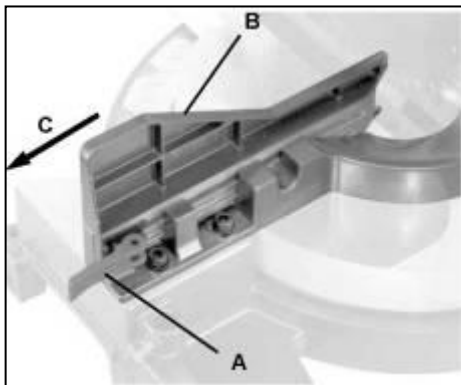

Рис. 24
Чтобы установить скользящее ограждение смотрите рис. 24:
1. Отожмите *запирающий рычаг (А) ограждения*, (показанный зажатым на рис. 24).
1. Отожмите запирающий рычаг (А, рис. 24) ограждения, показанный в зажатом положении.
2. Прижмите скользящее ограждение и переведите запирающий рычаг (А, рис. 24) как показано